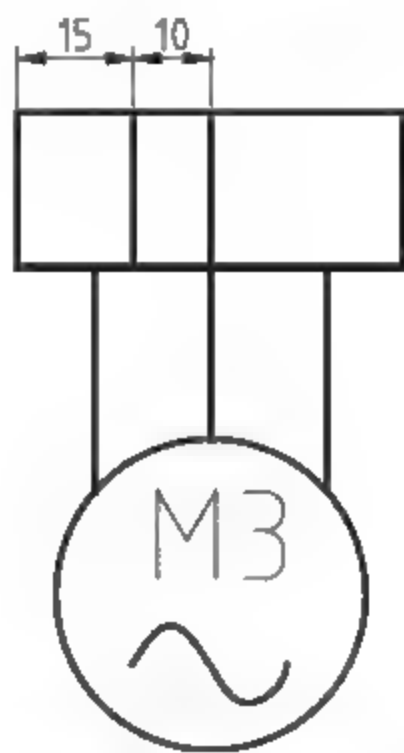

图6-104 偏移矩形边
(6) 调用X【分解】命令，分解新绘制的矩形；调用O【偏移】命令，垂直偏移矩形边，如图6-104所示。